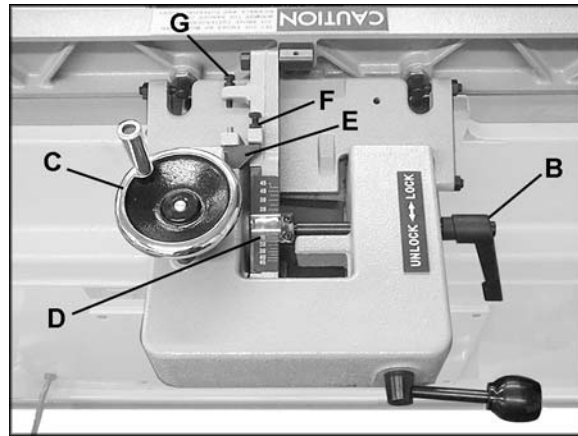
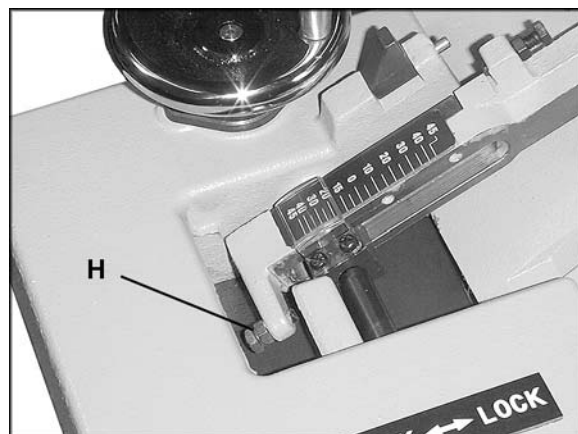

Figure 16
Figure 17
1. Desserrez le manche de verrouillage (B, Figure 16).
2. Basculez le bloc d'arrêt de 90 (E, Figure 16) hors du chemin.
3. Faites pivoter la roue manuelle (C, Figure 16) jusqu'à ce que l'angle souhaité s'affiche sur l'échelle (D, Figure 16). Vous pouvez également placer la pièce de travail taillée en biseau sur la table et contre le guide et faire pivoter la roue manuelle (C, Figure 16) jusqu'à ce que l'angle du guide corresponde au biseau de la pièce de travail.
4. Serrez le manche de verrouillage (B, Figure 16).
IMPORTANT : Après l'inclinaison du guide et après l'avoir ramené à 90 , n'oubliez pas de retourner le bloc d'arrêt de 90 (F, Figure 16) vers sa position de départ.
1. L'arrêt de 90 est contrôlé par la vis (F, Figure 16) et le bloc d'arrêt (E, Figure 16).
2. Desserrez le manche de verrouillage (B, Figure 16) et desserrez l'écrou hexagonal sur la vis (F, Figure 16).
4. Déplacez le guide jusqu'à ce qu'il adhère contre le dispositif de mesure d'angle. Tournez la vis (F, Figure 16) jusqu'à ce qu'elle touche le bloc d'arrêt (E, Figure 16).
5. Serrez l'écrou hexagonal sur la vis (F, Figure 16) et le manche de verrouillage (B, Figure 16).
1. L'arrêt avant de 45 est contrôlé par la vis (H, Figure 17).
2. Desserrez le manche de verrouillage (B, Figure 16) et l'écrou hexagonal sur la vis (H, Figure 17).
4. Faites pivoter la vis (H, Figure 17) jusqu'à ce qu'elle touche le moulage situé à l'avant de la vis.
5. Serrez l'écrou hexagonal sur la vis (H, Figure 17) et le manche de verrouillage (B, Figure 16).